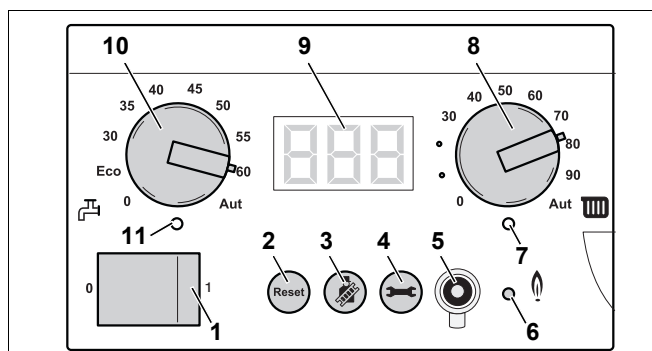

Fig. 81 Controler de bază BC10
- Opriți instalația de încălzire cu comutatorul de funcționare al controlerului de bază Logamatic BC10 (fig. 81, poz. 1).
- Porniți instalația de căldură cu comutatorul de funcționare al controlerului de bază BC10 (fig. 81, poz. 1).
- După ce se aprinde LED-ul "Arzător" (fig. 81, poz. 6) așteptați un minut până ce cazanul de încălzire arde la sarcină parțială.
- Apăsați tasta "Coșar" (fig. 81, poz. 3) până când se stinge punctul de pe display.
- Opriți instalația de încălzire cu comutatorul de funcționare al controlerului de bază BC10 (fig. 81, poz. 1).
- Apăsați tasta "Coșar" (fig. 81, poz. 3) și țineți-o apăsată (circa două secunde), până când apare punctul în dreapta jos pe display (fig. 81, poz. 9). Vezi pentru aceasta tabelul 8, „Testul gazelor de evacuare”, pagina 42.
- După ce se aprinde LED-ul "Arzător" (fig. 81, poz. 6) așteptați un minut până ce cazanul de încălzire arde la sarcină totală.
- Apăsați tasta "Coșar" (fig. 81, poz. 3) ca să încheiați măsurarea. Vezi de asemenea tabelul 8, „Testul gazelor de evacuare”, pagina 42.